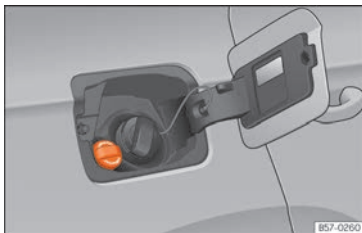

Abb. 190 Verschlussdeckel des AdBlue®-Tanks
- Öffnen Sie die Tankklappe »» (Abb. 190).
- Verschlussdeckel SCR-Einfüllstutzen nach links drehen »» (Abb. 190).